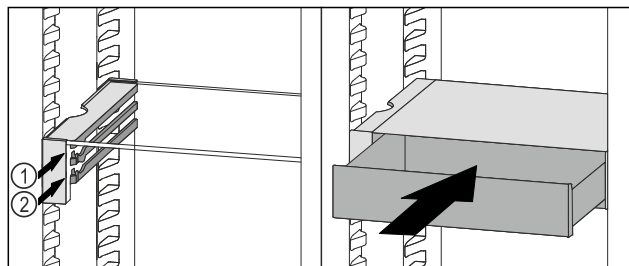

Fig. 59
- Встановити висувний ящик VarioSafe за стопорами на потрібне ребро Fig. 59 (1) або Fig. 59 (2).